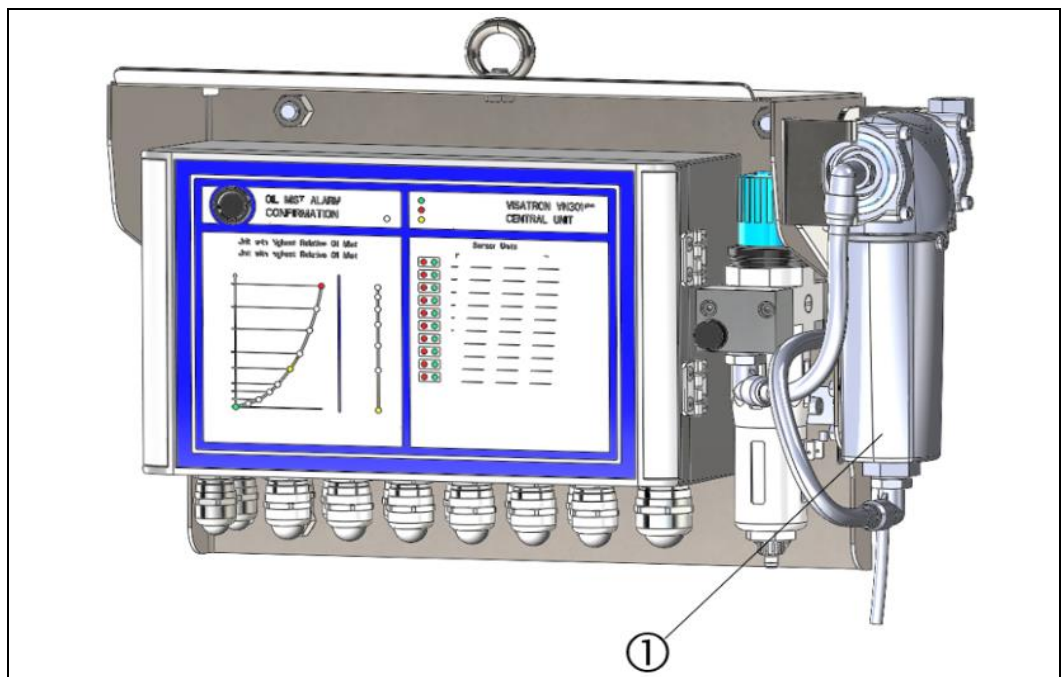

Fig.: 19 : Unidad central VN301^{plus}, versión con separador de agua
- Función de separador de agua (véase fig. 19)